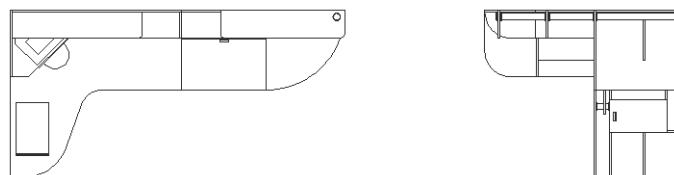

Рис. 8.43 ▼ Чертеж с тремя видами
10. Сохраните текущее состояние чертежа (рис. 8.43) в файле Work082.dwg.